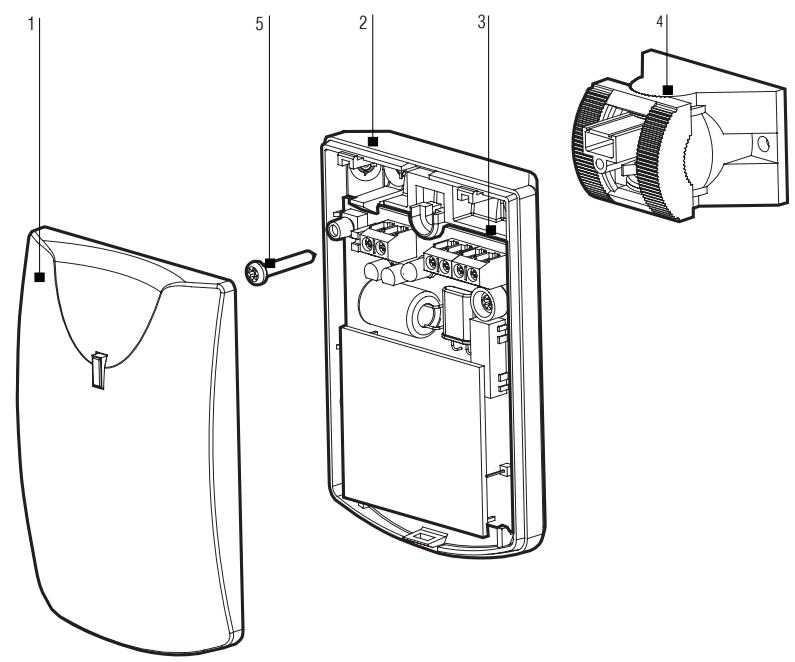
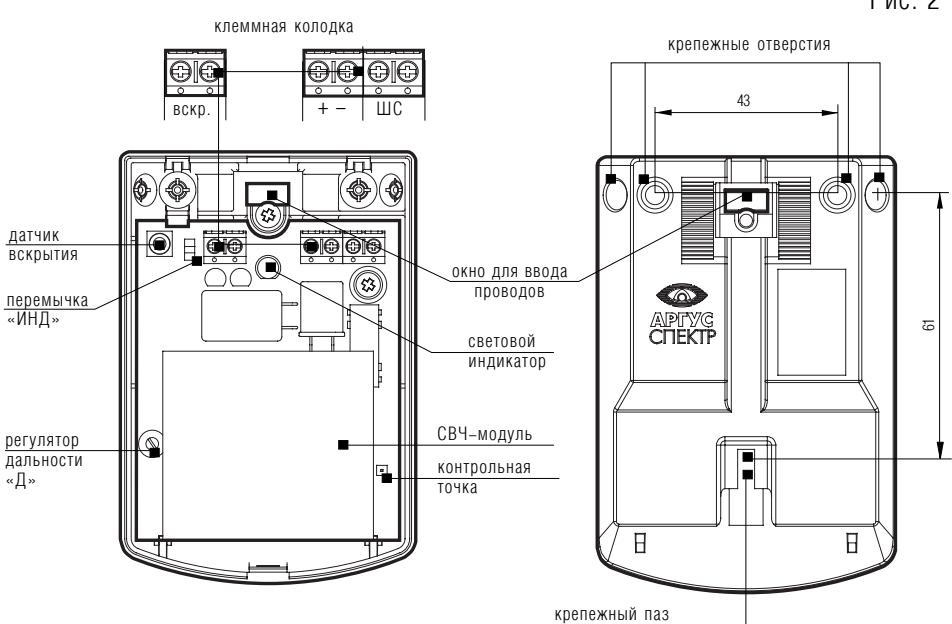

Рис. 1
Рис. 2
Извещатель (рис. 1) состоит из:
На основании корпуса размещены крепежные отверстия и окно для ввода проводов (рис.2).
1. Снять крышку 1 (рис.1) по схеме на рис. 3;
2. В основании 2 (рис.1) вскрыть крепежные отверстия (рис. 2) в соответствии с позицией установки: в угол или на стене (в последнем случае для крепления применяется помимо крепежных отверстий и крепежный паз рис. 2).
4. Подготовить отверстия под крепеж на стене, ввести провода питания и шлейфов в окно (рис. 2).
2. Снять крышку 1 (рис. 1) по схеме на рис. 3.
3. Провести провода питания и шлейфов через кронштейн и установить его на стене, затем через окно в основании (рис. 2) провести эти провода в прибор (рис. 7).
4. Шурупом 5 закрепить основание 2 (рис. 1) на кронштейне и зафиксировать направление в горизонтальных и вертикальных плоскостях (рис. 7).
4. Для регулировки зоны обнаружения использовать регулятор дальности «Д» (рис. 2).